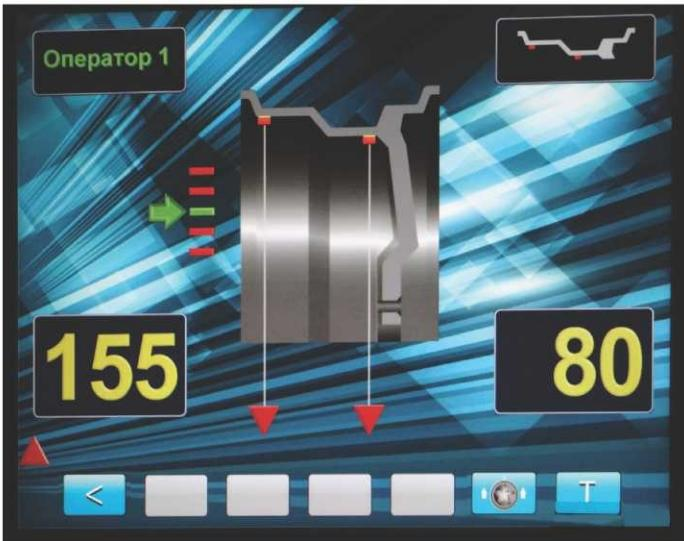

рис.13.2.
13.3. Выдвигайте штангу, следя за перемещением нижнего красного треугольника. В момент, когда штанга будет выдвинута на величину дистанции равную дистанции при задании положения груза в режиме «AUTOPROGRAMM» (см. п. 11.2 и 11.3) нижний треугольник совместится с треугольником, отмечающим положение груза, при этом изображения обоих треугольников станут зелёными (рис.13.2 и 13.3) и прозвучит звуковой сигнал.